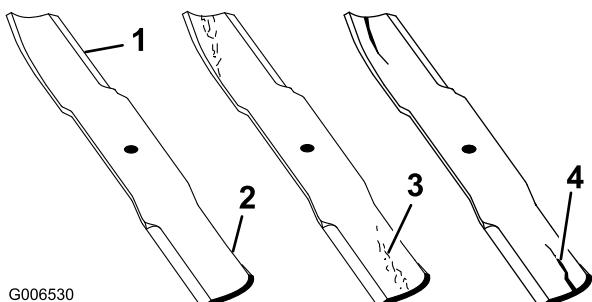

図 78
1. 刃先の部分を点検する（図78）。刃先部分が鋭利でなかったり、打ち傷がある場合には、ブレードを外して研磨する。「ブレードの研磨」を参照。
2. ブレードを点検、特に湾曲部をていねいに点検する。破損、磨耗、割れの発生などがあれば（図78）、直ちに新しいブレードに交換する。